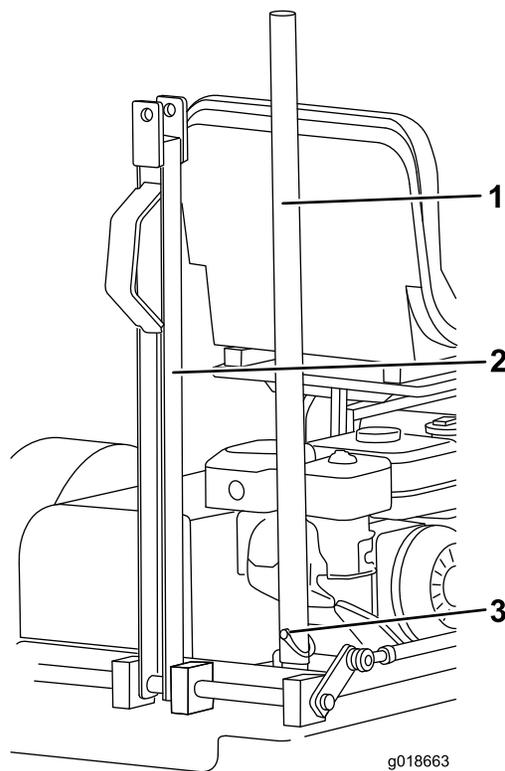

Figure 8
- A. Retirez la goupille à anneau qui fixe la barre de levage à la patte sur le support de la barre de remorquage et déposez la barre du support (Figure 8).